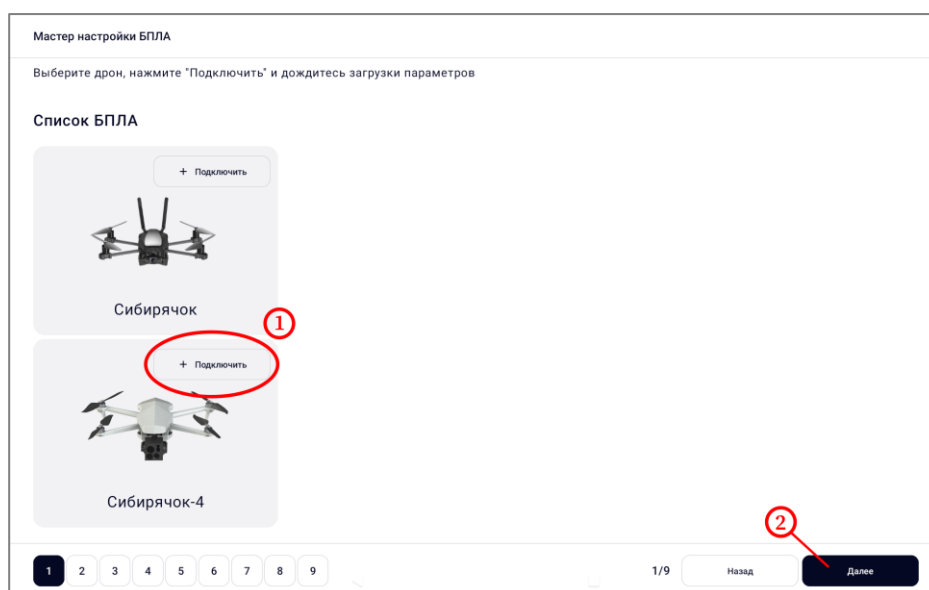

Рисунок 4 – Выполнение шага 1
- на форме требуемого борта нажать на кнопку «+ Подключить» (рисунок 4, шаг 1). Если подключение выполнено успешно, кнопка изменит вид на «— Отключить»;
- нажать на кнопку «Далее» (рисунок 4, шаг 2).